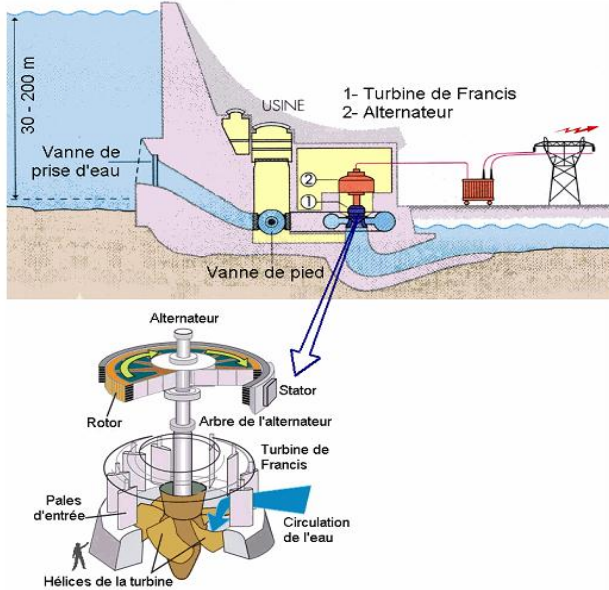

Figure 4 : turbine de Francis, chute d'eau moyenne (30-200m)
- b) Les centrales électriques de moyenne chute (30-200m) sont construites sur le barrage (figure 4). Elles utilisent des turbines de Francis qui tournent dans l'eau sous l'effet de l'eau qui arrive sous pression (par la périphérie) et ressort détendue (par le centre).